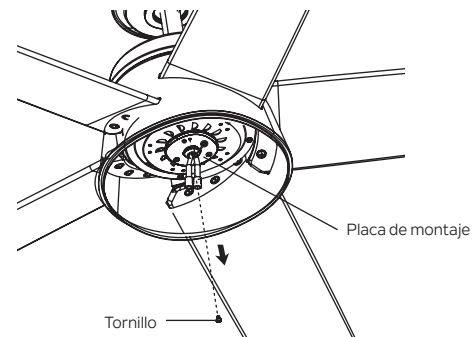

Figura 19
Paso 1. Retire el tornillo marcado con una etiqueta de punto que está preinstalado en la placa de montaje y guárdelo para su uso posterior. Afloje los otros dos (no los quite). (Figura 19)